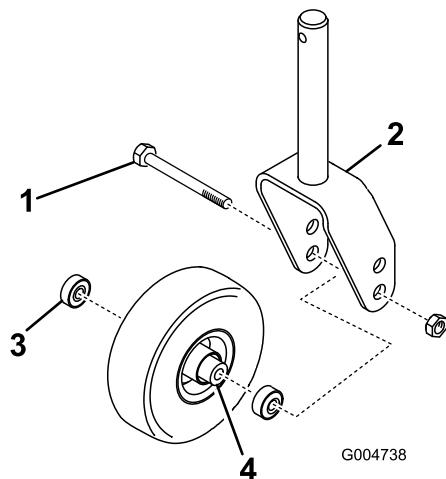

Figura 28
- Togliete il dado di bloccaggio dal bullone che fissa la rotella orientabile alla forcella (Figura 28). Afferrate la ruota orientabile ed estraete la vite a testa cilindrica dalla forcella o dal braccio di rotazione.
2. Togliete il cuscinetto dal mozzo della ruota e lasciate cadere il distanziale del cuscinetto (Figura 28). Togliete il cuscinetto dalla parte opposta del mozzo della ruota.